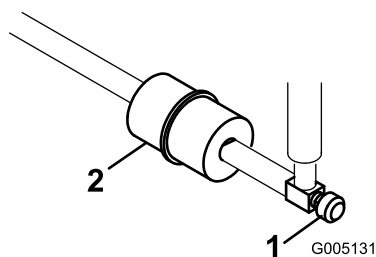

Figura 35
O filtro encontra-se na linha de combustível entre o depósito de combustível e o carburador (Figura 35).
1. Feche a válvula de corte do combustível (Figura 35).
2. Coloque um recipiente de escoamento debaixo do filtro, desaperte a braçadeira de tubos que se encontra no lado do carburador e retire a tubagem de combustível do filtro (Figura 35).
3. Desaperte a braçadeira de tubos e retire o filtro (Figura 35).